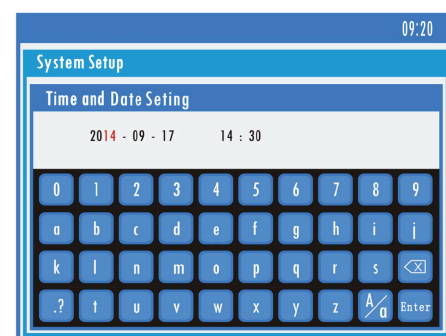

Fig 5-6 Impostazione di data e ora
• **Impostazione della data:** Fare clic per modificare anno, mese e data, fare clic su INVIO per aggiornare l'ora del sistema. (Fig 5-6).